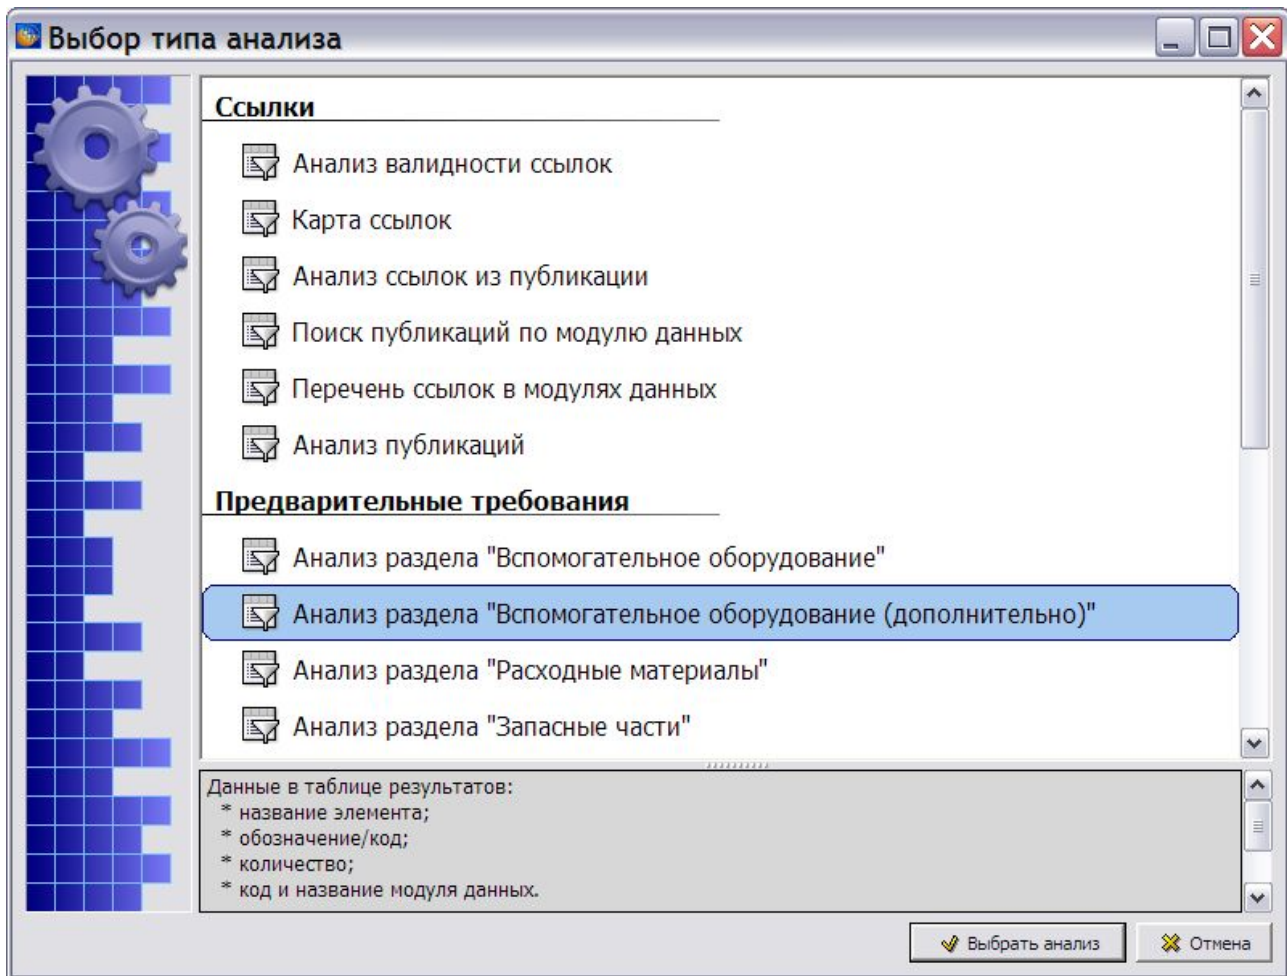

Рис. 8.164
1. В окне **Выбор типа анализа** укажите тип анализа «Дерево исходящих ссылок» (Рис. 8.164).
Если в анализируемой части проекта ЭД имеется хотя бы одна технологическая карта, в которой помимо вспомогательного оборудования имеется дополнительное вспомогательное оборудование, то добавляется соответствующий дополнительный тип анализа (Рис. 8.164).